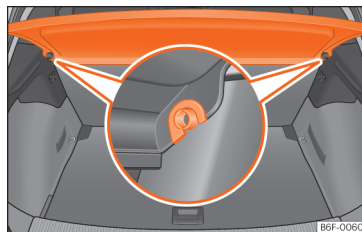

Fig. 144 Na bagageira: desmontar e montar a chapeleira.
- Desencaixe a chapeleira dos suportes laterais »» Fig. 144 puxando-a para cima e retire-a.
- Introduza a chapeleira horizontalmente fazendo coincidir a «fechadura» sobre o eixo dos suportes »» Fig. 144, e pressione para baixo até que encaixe.